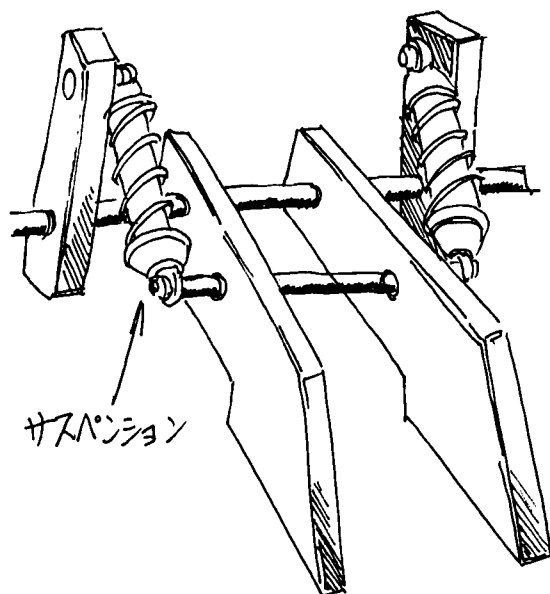

図 2 ハンド先
- ・ハンドにサスペンションを用いることで、確実に瓦礫を保持。→図 2